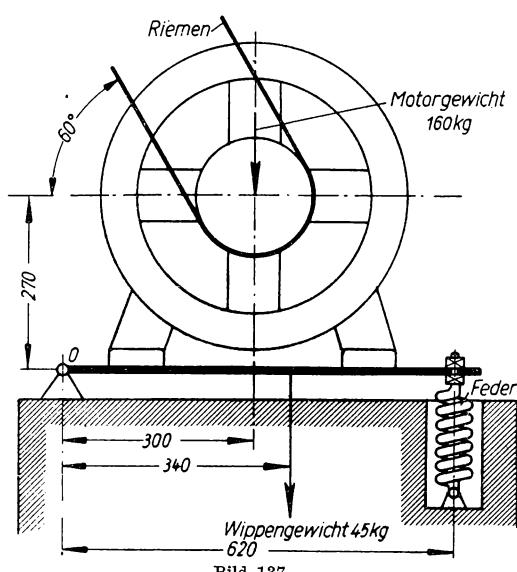

Bild 137
- 271.** Die Wippe (Bild 137), um die Achse O schwingend, dient zum Regeln der Riemenspannung des aufgesetzten Elektromotors. Sie ist belastet durch ihr Eigen-Gewicht 45 kg und durch das Motorgewicht 160 kg. Die Spannkraft der gedrückten Feder am rechten Ende der Wippe soll so eingestellt werden, daß im ruhenden Riemen eine Spannkraft 52 kg auftritt. Zu berechnen ist a) die Mittelkraft des Riemenzuges an der Motorwelle; b) der Hebelarm dieser Mittelkraft in bezug auf den Wippendrehpunkt O ; c) die erforderliche Federspannkraft.